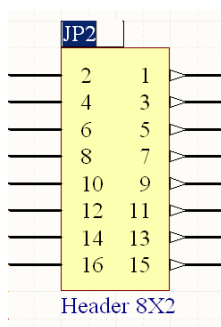

图 3.46 高亮显示元件编号文本
(2) 单击已选中元件的编号文本，使其变为高亮状态，如图 3.46 所示，然后输入新的元件编号，修改完毕后在任意位置单击鼠标确认。